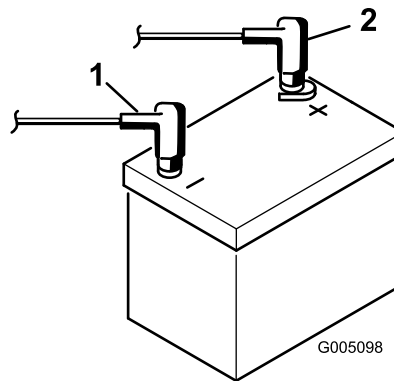

Figura 9
9. Instale o cabo positivo (vermelho) no terminal positivo (+) e o cabo negativo (preto) no terminal negativo (-) da bateria e fixe-os com os parafusos e as porcas (Figura 9). Coloque a proteção de borracha sobre o terminal positivo para evitar um curto-circuito.